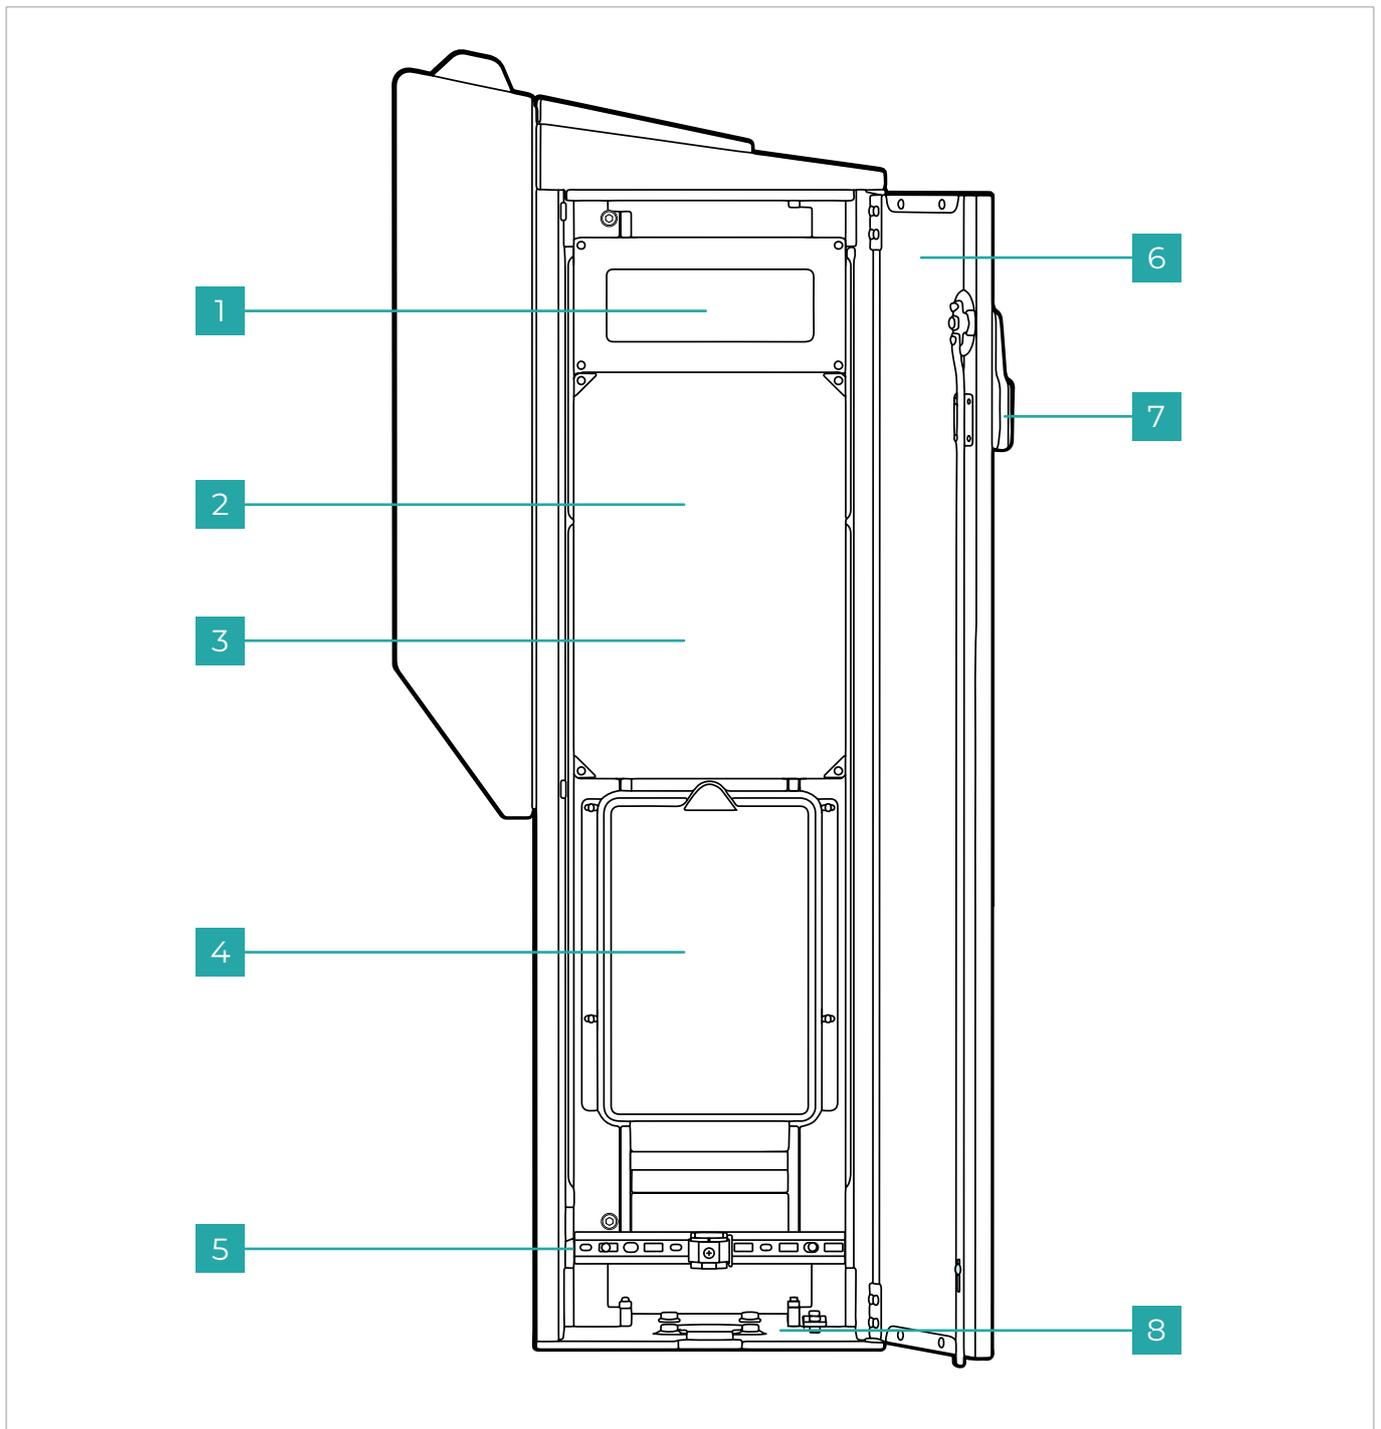

**Abb. 1**
1. Gehäuse (**Abb. 1/1**)
8. Ladesteckdose (**Abb. 1/6**)
Das Frontdisplay (**Abb. 1/4**) zeigt den Betriebszustand des Ladesystems an und dient zur Benutzerführung. Ausführliche Hinweise zu den Betriebszuständen finden Sie in der Betriebsanleitung im Bereich „Betriebszustände“.
Die **Abb. 1** zeigt den Lieferumfang: